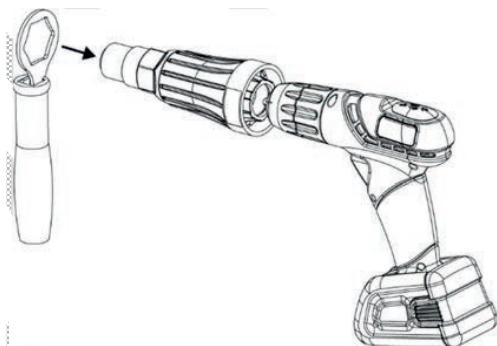

Figure 7
ATTENTION : Si le rivet est difficile à fixer, la force de contre-rotation sera plus grande. Nous vous recommandons d'installer la poignée d'extension (figure 7). Il est aussi fortement recommandé de faire démarrer la perceuse lentement.
- ATTENTION :** Si le rivet creux est difficile à fixer, la force de contre-rotation sera plus grande. Nous vous recommandons d'installer la poignée d'extension (figure 7). Il est aussi fortement recommandé de faire démarrer la perceuse lentement.